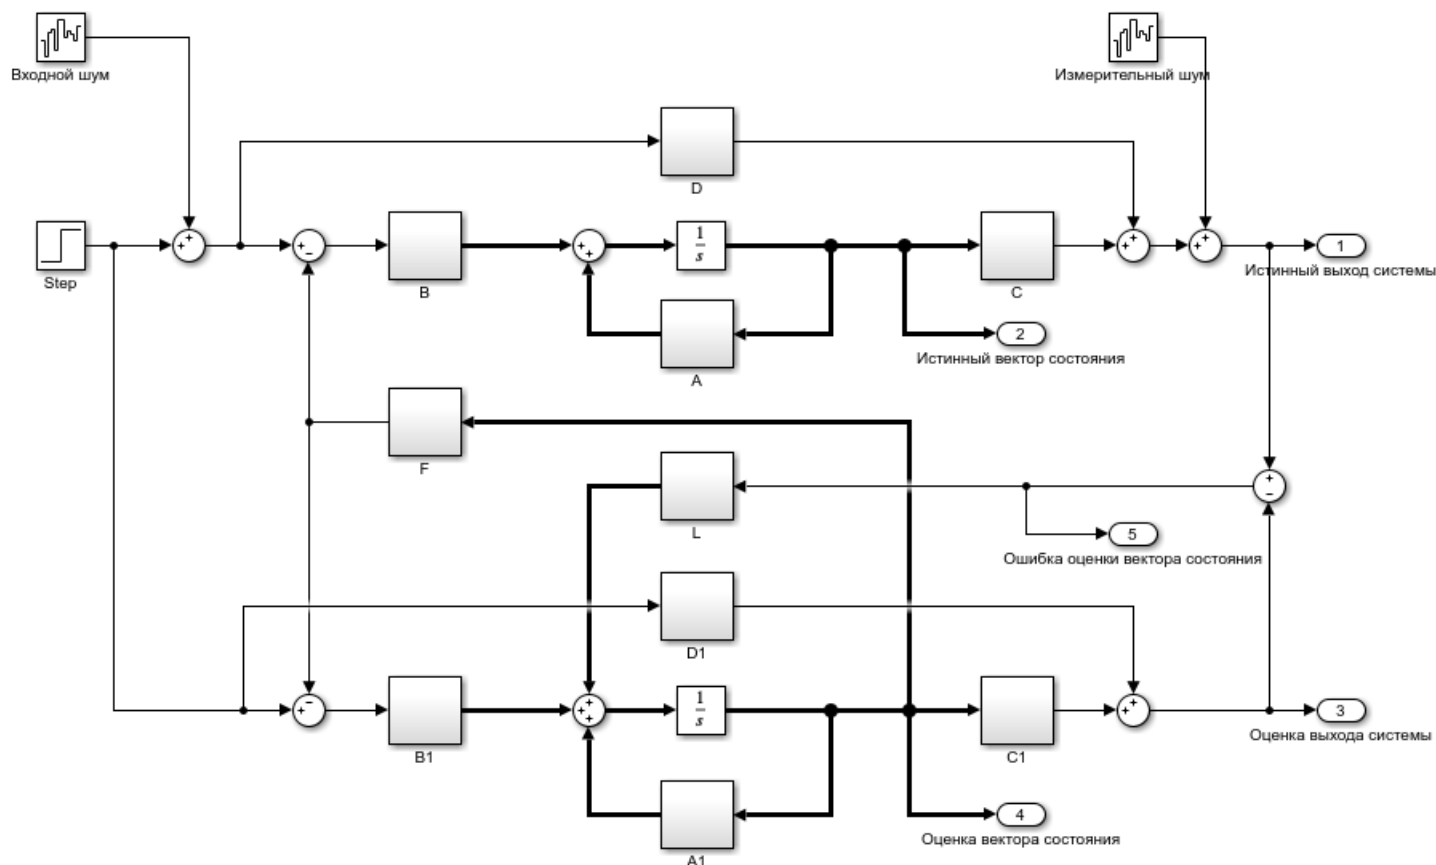
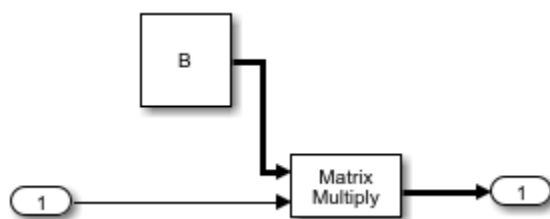

Рис. 1: Схема моделирования системы с модальным управлением и наблюдателем
Рис. 2: Схема моделирования блока подсистемы
2.1. Создать в Simulink схему моделирования непрерывной системы, заданную в виде структурной схемы описания системы в переменных состояния, сохранив модель в файл с именем `lab_otu_observer.slx` согласно схеме на рис. 1. Имена всех блоков должны в точности соответствовать схеме. Блоки, реализующие матрицы  $A - BI$ , где  $I$  — это подсистемы (Subsystem), пример которой приведен на рис. 2. Блок подсистемы можно создать используя меню `New → Subsystem`. Матрицы задаются с использованием блоков `Constant`, источник шума - `Band - Limited White Noise`.
Примечание. Номера 1, 2, 3, 4, 5 — номера портов вывода, если созданная схема соответствует, приведенной на рис. 1 в точности, все переменные будут на своих местах, если нет, то номера портов на схеме можно изменить открыв параметры блока каждого порта вывода.